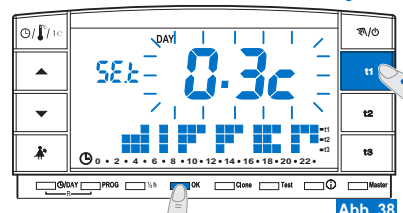
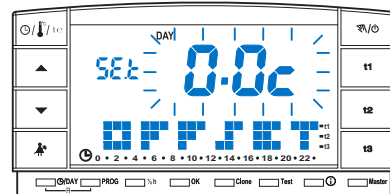

Abb. 38
Abb. 39
- Betätigen Sie die Taste **t1** bis auf der Anzeige **blinkende Schriftzug** des eingestellten Differentialwertes erscheint (Beispiel in Abb. 38 - Werkseinstellung **0.3°C**).
- Drücken Sie **OK** (Abb. 38) um zur Korrektureinstellung (Offset) zu wechseln (Abb. 39).